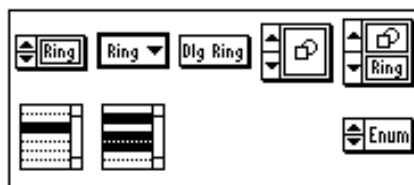

Рисунок 3.14. Палитра “List & Ring”
3.4.4. Меню и диалоги. В палитре “List & Ring” (“Список и свиток”) доступны средства управления, предназначенные для организации диалогового взаимодействия с пользователем (см. рисунок 3.14). Все они представляют собой варианты меню, элементами которых могут служить как текстовые строки, так и изображения.